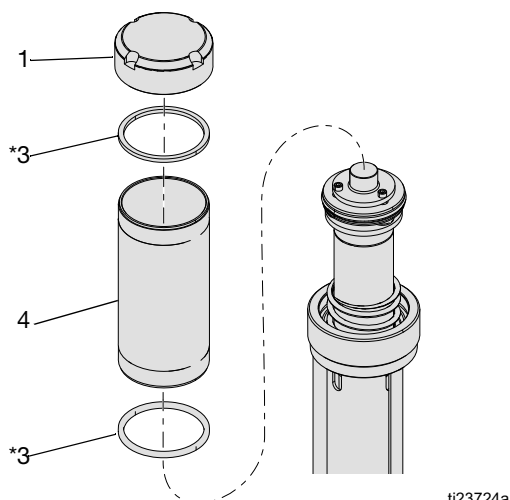

Рис. 10
2. Снимите крышку (1), цилиндр (4), и квадратные уплотнительные прокладки (3*). Проверить все детали, включая пружину под крышкой (не показана на Рис. 10) на наличие повреждений и произведите их замену в случае необходимости. См. Рис. 10. Отвинтите ручную или воспользуйтесь цепным ключом во избежание деформации цилиндра.